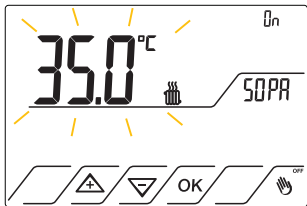

Fig.28
8.4.4 Premere i tasti ▲ o ▼ per impostare il valore prescelto nel range da 2-60° Di default 35 °C. Fig.28